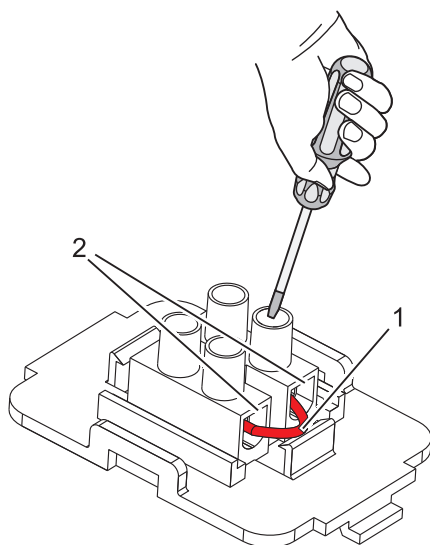

Abb. 48: Kabelbrücke entnehmen
3. ➔ Lösen Sie die Schrauben und entnehmen Sie die Kabelbrücke (Abb. 48/1).
4. ➔ Stecken Sie die Kabel des Fensterkippschalters anstelle der Kabelbrücke in die Litzenlöcher (Abb. 48/2) und ziehen Sie die Schrauben wieder fest.